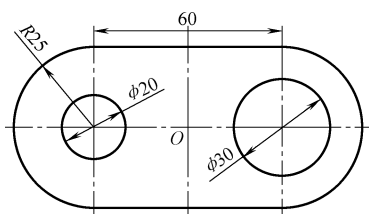

图 3-10
14. 图 3-10 所示为一用厚度为 2mm、材质为 Q235 钢板一次冲制成形的工件，试计算需多大冲裁力，并计算确定其压力中心（Q235 钢板的抗剪强度为 360MPa）。